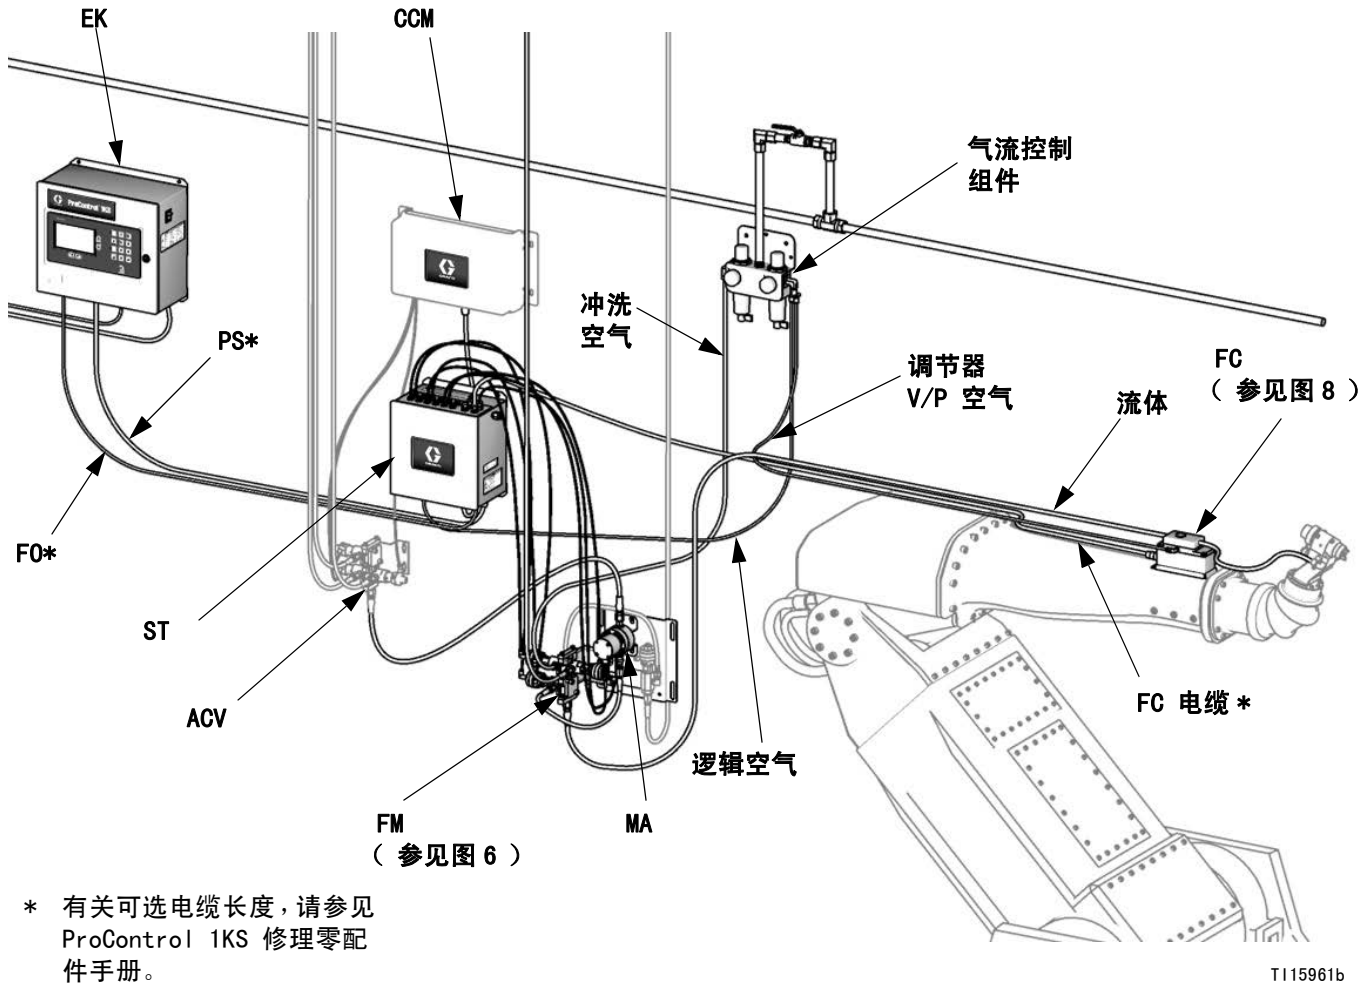

图 2. ProControl 1KS 系统，图示带 G3000 流量计，换色和流量控制器
有关系统组件，请参见表 1 和图 2。
- 图 2 (第 10 页) 显示了 ProControl 1KS 系统的基本组件, 图 4 (第 15 页) 显示了基本的系统布局。有关实际系统设计, 请与 Graco 经销商联系。